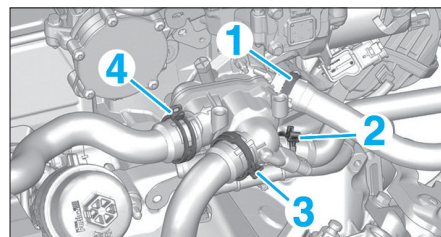

FIG. 44
- d'entrée d'eau (1) du radiateur de chauffage (Fig.44),
- de sortie d'eau (2) du radiateur de chauffage,
- de sortie du radiateur de refroidissement (3),
- d'entrée du radiateur de refroidissement (4).